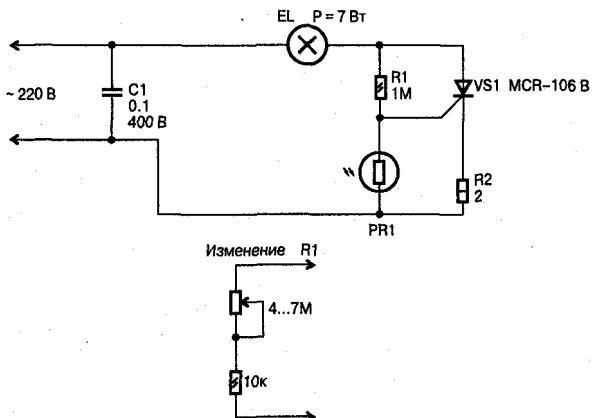

Рис. 3.12. Электрическая схема устройства автоматического включателя, управляемого светом
При детальном рассмотрении выяснилось, что фоторезистор в точности похож на фоторезисторы, установленные в отечественных оптранонах ОЭП-1. Я разобрал прибор и скопировал электрическую схему, которая оказалась вполне классической. Она показана на Рис. 3.12.
- Заменить резистор R1 цепью с переменным резистором, показанной на **Рис. 3.12**. Благодаря этому, при увеличении тока через R1 (уменьшении его сопротивления) многократно возрастает чувствительность узла к внешней затемнённости. Светильник станет срабатывать быстрее при наступлении сумерек, т. е. — включать свет. При уменьшении тока через резистор R1 (увеличении его сопротивления) произойдет обратное — светильник будет чувствительнее к внешнему освещению и будет выключать свой свет уже при малом воздействии на рабочую поверхность фотодатчика светового потока. Если ограничиться фиксированным измененным порогом чувствительности схемы, то после подбора требуемого порога переменным резистором его заменяют постоянным резистором ближайшего номинала. Если нужно сохранить возможность регулировки — подойдет многооборотный переменный резистор СПЗ-1БВ или компактный подстроочный резистор.
Электрическую схему (приведённую на **Рис. 3.12**) можно собрать самостоятельно для её использования в других конструкциях в качестве простого фотореле. При этом учитывают следующие моменты: тиристор VS1 заменяют на КУ201, КУ202 с индексами Л, М, Н или аналогичными по электрическим характеристикам тиристорами. Конденсатор C1 типа МБМ.